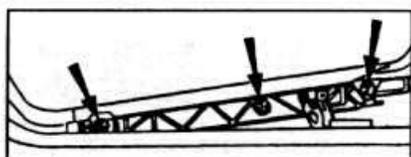

Рис. 11.57. Расположение винтов, которые необходимо ослабить при регулировке положения крышки люка.
- Ослабьте болты крепления спереди и в середине. Установите передний край стеклянной крышки на уровне контура крыши и снова затяните болты (см. рис. 11.57). Допуск регулировки - 1 мм.